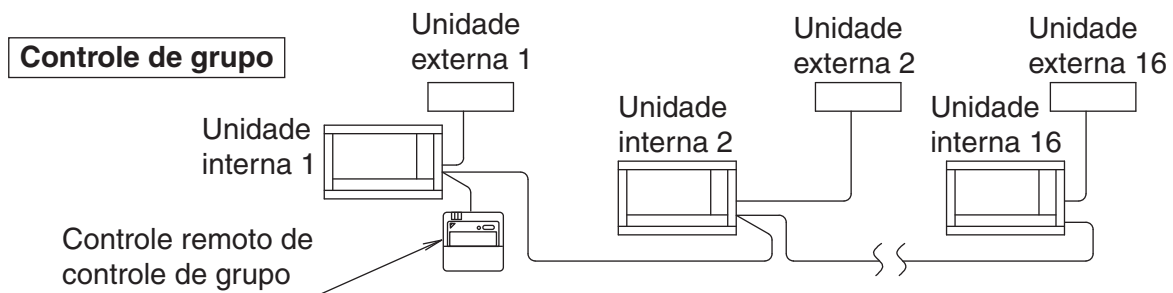

Fig. 27
- Ao usar como unidade par, você pode realizar o controle simultâneo (grupo) de parar/ligar de até 16 unidades com o controle remoto. **(Consulte a Fig. 27)**